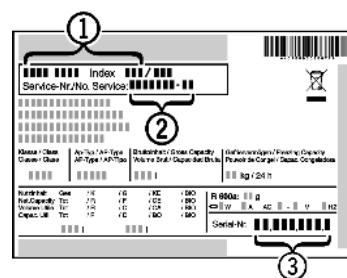

Fig. 79
- ▶ Apparaataanduiding Fig. 79 (1), servicenummer Fig. 79 (2) en serienummer Fig. 79 (3) van het typeplaatje aflezen. Het typeplaatje bevindt zich aan de binnenkant van het apparaat.